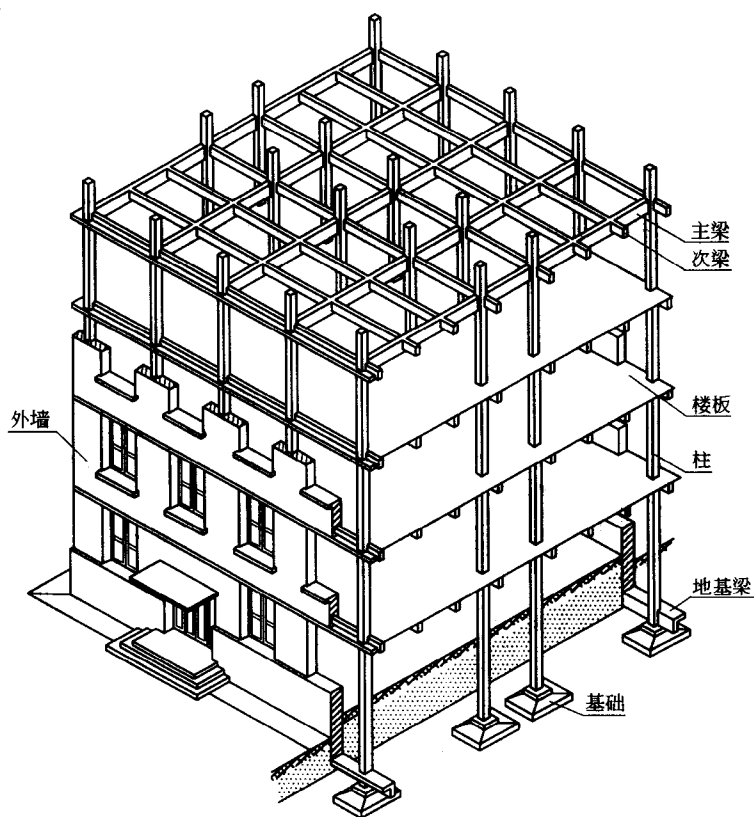

图 1-3 框架结构
③ 框架结构 它是以钢筋混凝土或钢的梁、柱连接的结构布置。其特点结构布置的特点是由主梁和次梁构成横向和纵向的承重结构。而墙体只起分隔、围护的作用。常用于实验楼、大型商店、多层或高层旅馆等房间的面积较大、层高较高、荷载较重的建筑物（图 1-3）。